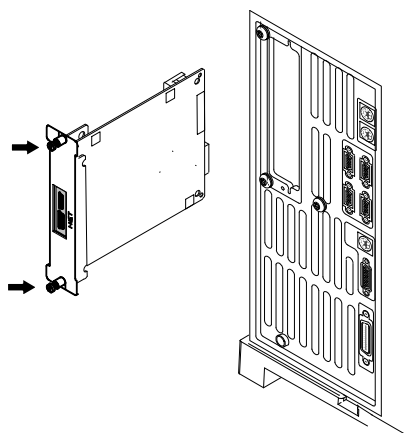

图 35 卸下 LAN 卡
- 8 如果安装了 MIO 卡 (LAN 卡), 请松开它的两个安装螺丝并将卡从 GC 中滑出来 (图 35)。